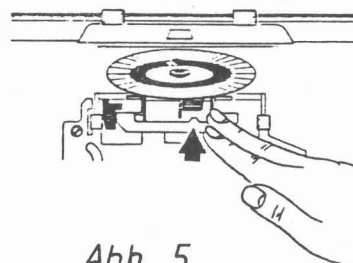

Abb. 5
- d. Typenradträger durch leichten Druck auf den Metallbügel (Abb. 5) wieder in die Ausgangsstellung bringen.